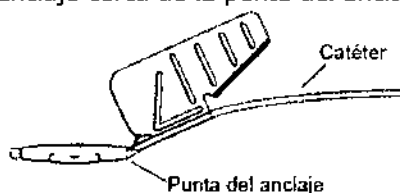

Figura 20. Acoplamiento del extractor del anclaje.
3. Sitúe la cuchilla del extractor del anclaje cerca de la punta del anclaje (Figura 20).